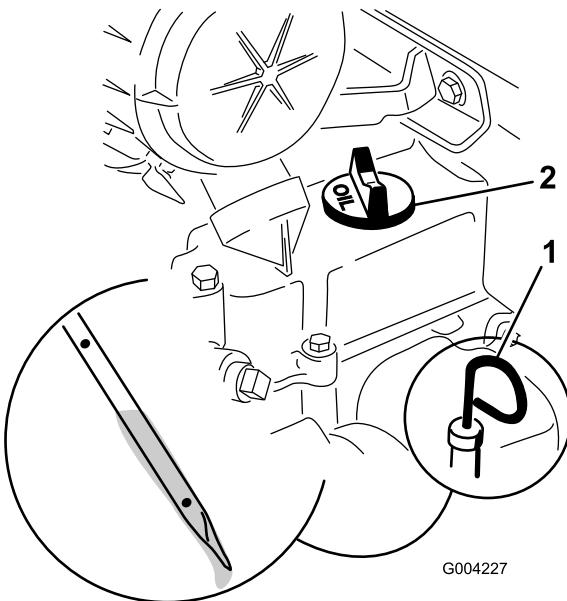

図 15
3. オイルの量が不足している場合は、補給口のキャップ（図 15）を取り、ディップスティックの FULL マークまで補給する。